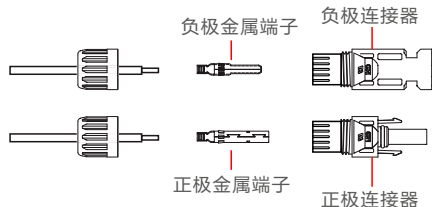

图3.24 拆卸连接器盖螺母
1. 剥去直流线缆约7毫米, 拆下连接器盖螺母 (如图3.24所示)。